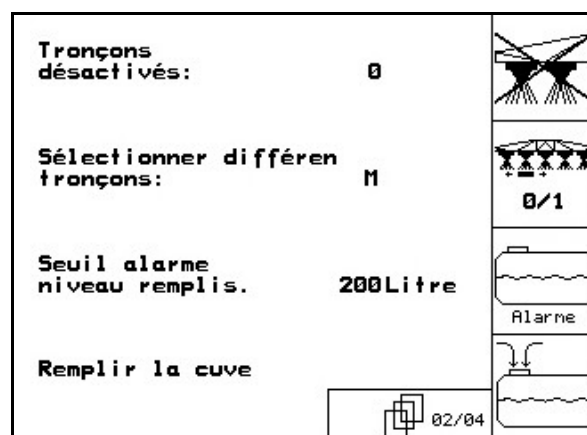

Fig. 22
- Par le biais de la case de fonction , vous pouvez désactiver de façon permanente certains tronçons. Le chiffre affiché (Fig. 22/1) indique le nombre de tronçons désactivés en permanence (chiffre 0 = aucun tronçon désactivé). (voir page 38).
→ Sur l'écran s'affiche soit le mot "marche" (Fig. 22/2) (fonction activée) soit "arrêt" (fonction désactivée).